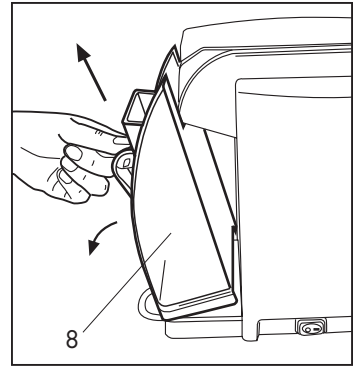

Fig. 1
- Extraer el depósito (8) girándolo externamente y levantándolo hacia arriba. **(Fig.1)**